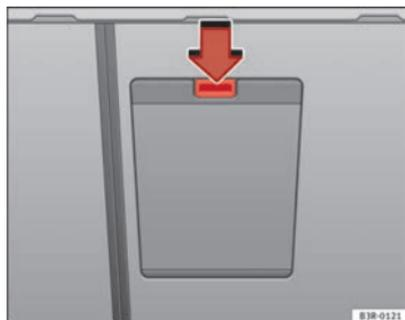

Fig. 116 Detalle del asiento trasero desde atrás: Tapa del saco para objetos alargados
- Oprima la tecla de desbloqueo de la tapa del saco para objetos alargados ⇒ fig. 116 (flecha) y gírela hacia abajo.